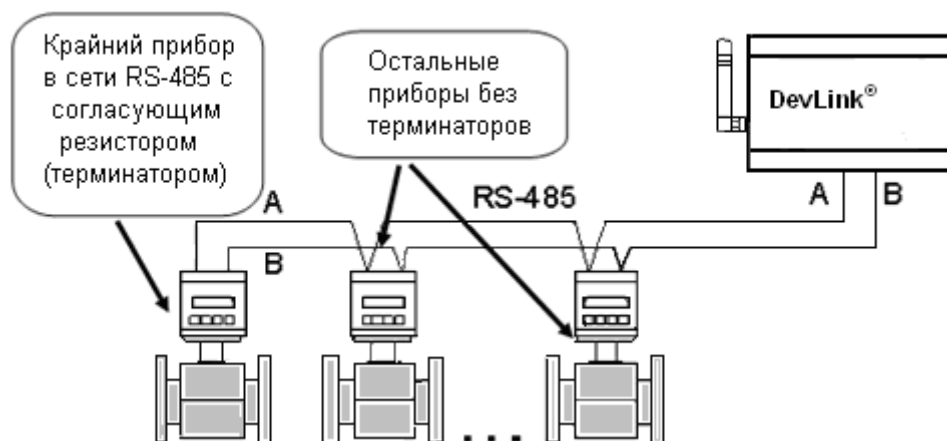

Рисунок 16 – Пример подключения к контроллеру **DevLink®** сети RS-485
- **DevLink®** должен быть крайним звеном в цепи приборов, объединенных в сеть RS-485 или RS-422 (не должен включаться в разрыв цепи RS-485 или RS-422, см. рисунок 16);